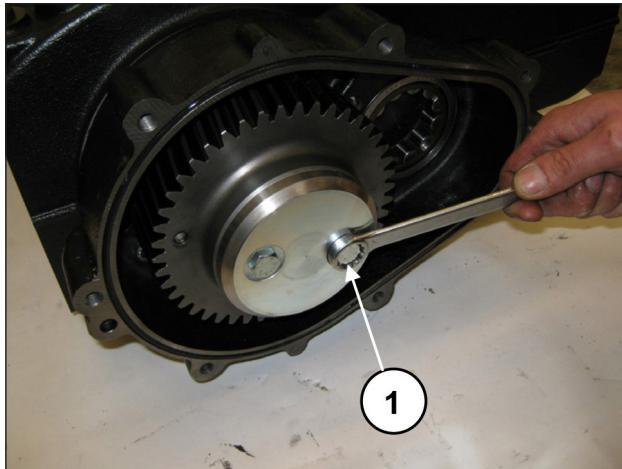

Abb. 12
Lösen Sie die Befestigungsschrauben des Zahnkranzhalters (Pos. ①, Abb. 12) und entfernen Sie den Halter (Pos. ①, Abb. 13).